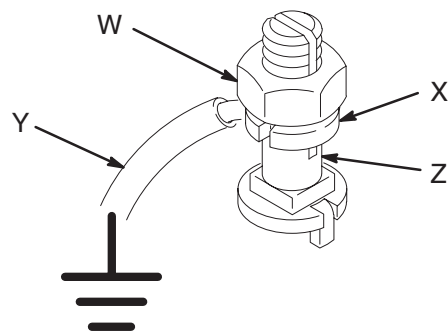

Fig. 2 0864
*Tutte le altre pompe:* utilizzare un filo di terra con morsetto. Vedere Fig. 2. Allentare il controdado dello spinotto di terra (W) e della rondella (X). Inserire un'estremità di un filo di terra con un diametro minimo di 1,5 mm2 (12 ga) nella fessura dello spinotto (Z) e serrare saldamente il controdado. Collegare l'altra estremità del filo a una messa a terra efficace. Ordinare il codice 237569 - filo di messa a terra e pinza.